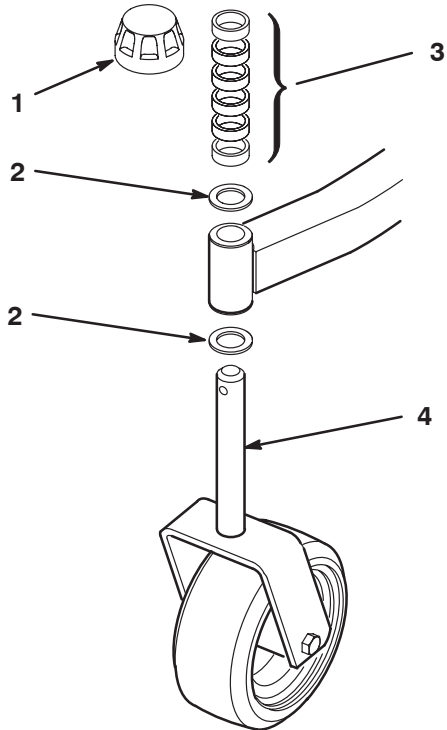

Bild 2
1. Nehmen Sie die Druckkappen von den Spindelwellen ab, und schieben Sie die Distanzstücke und Druckscheiben von der Wellen (Bild 2 und 3).